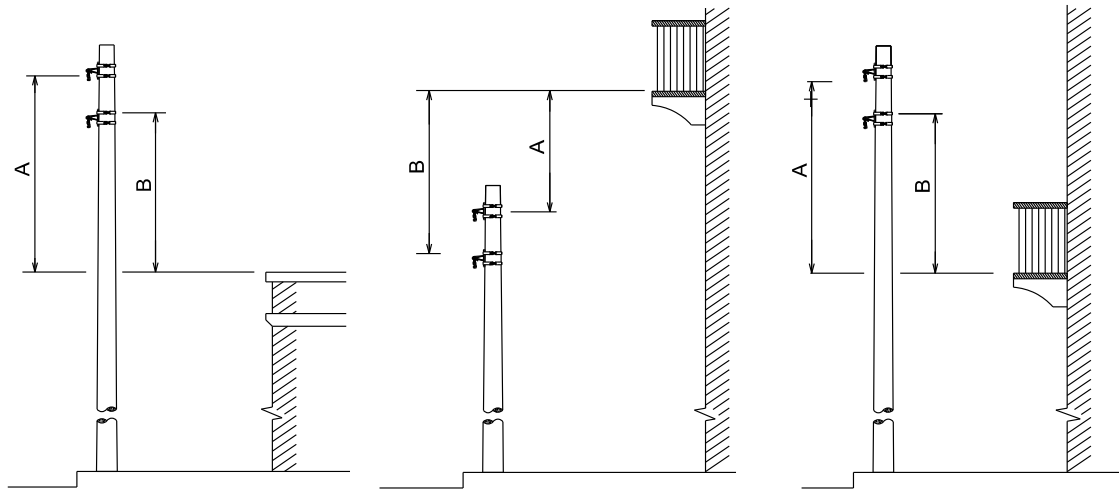

FIGURA 1
- 1) Se o afastamento vertical exceder as dimensões dadas na figura 1, não se exige o afastamento horizontal da figura 4.